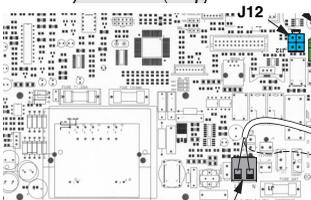

Fig. 12a
Raccordement du programmeur optionnel (fig. 12a)
- Raccorder le programmeur sur le connecteur **J12** (fig. 12a).